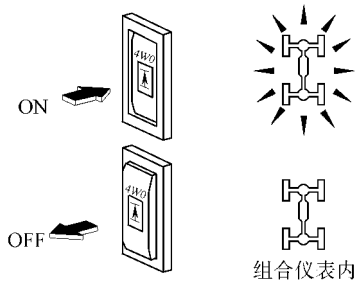

图 12-51 检查指示灯是否熄灭
(1) 检查 2-4 选择器的工作状况。起动发动机，在将 4WD 控制开关置于接通位置时，检查指示灯是否点亮。而将开关关闭时，检查指示灯是否熄灭，如图 12-51 所示。